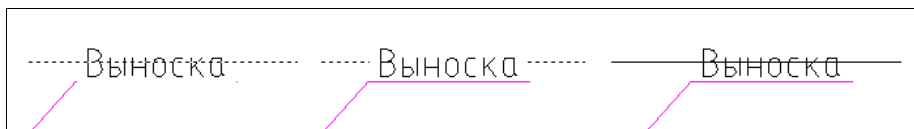

Рис. 3.24. Варианты перекрытия примитивов
- ◆ **Маскированием** — текст закрывает примитив с учетом отступа маскировки (левый вариант на рис. 3.24).
- ◆ **Вырезанием** — текст **вырезает** участок примитива (средний вариант на рис. 3.24). При удалении маскировки или при перемещении примитива вырезанная часть восстанавливается.
- ◆ **Нет** — текст не **перекрывает** примитив (правый вариант на рис. 3.24).